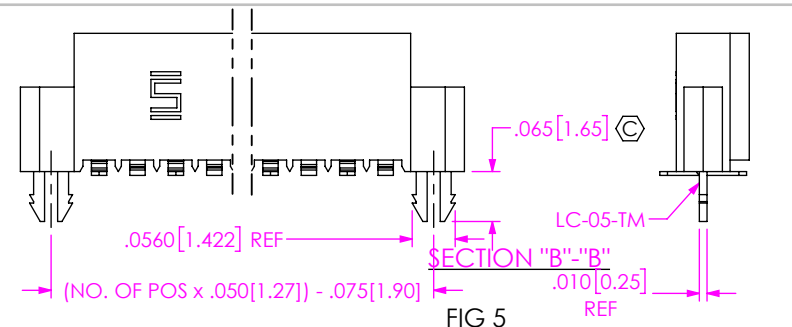

FIG 5
-LC: LOCKING CLIP (SEE FIG 5) (SEE NOTE 5)